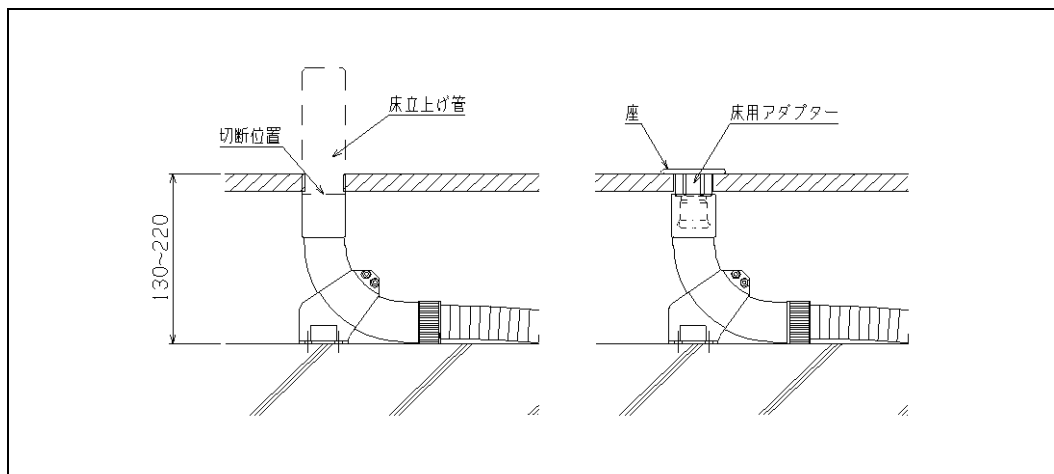

図4-7 床用アダプター施工例
5. 床を張る前に、床仕上がり高さと板厚を考慮して床立ち上げ管を切断します。(図4-7参照)